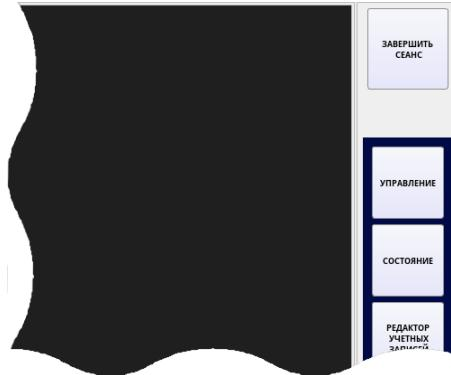

Рисунок 7
- 1. Открыть окно авторизации:** кнопкой **ЗАВЕРШИТЬ СЕАНС**, расположенной в главном меню программы, см. фрагмент окна на рис. 7.